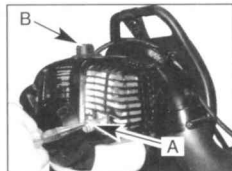

Fig. 26
2. Ecartement des électrodes = 0,635mm (Fig. 26).